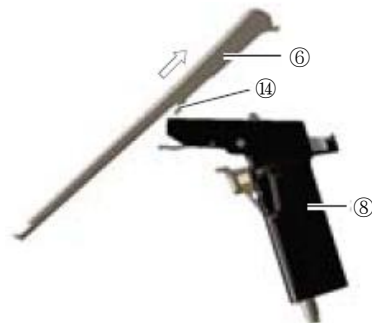

図 12
- (4) フック⑭をハンドル⑧から外しシース⑥を矢印の方向へ動かすと外れる（図 12）。